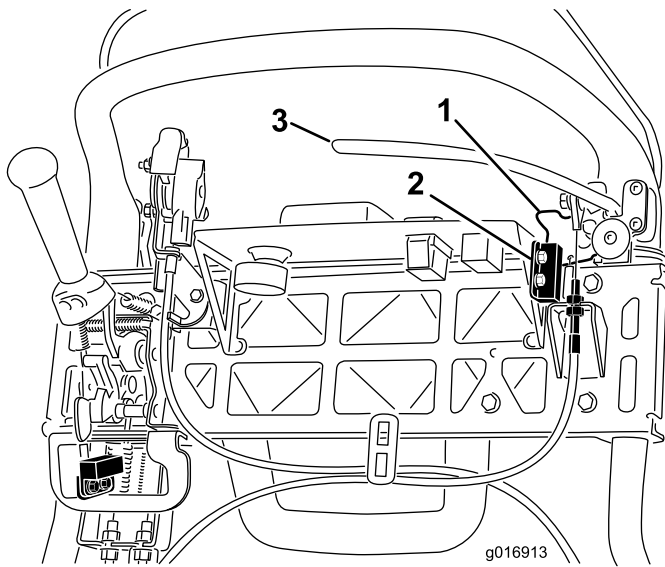

図 39
4. インタロックスイッチを固定しているねじをゆるめる（図 39）。
5. 駐車ブレーキのラッチとインタロックスイッチとの間に厚さ 1.6 mmのすきまゲージをはさむ（図 39）。